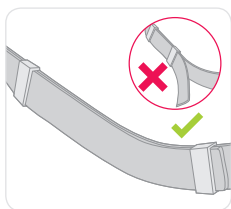

Figura 16
- Use os deslizantes de plástico para prender alguma alça solta. (Consulte a Figura 16).